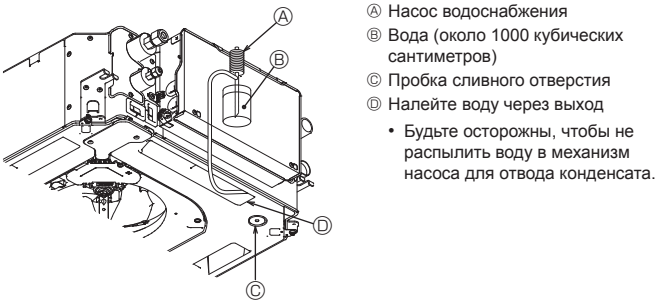

Fig. 8-5
8.4. Проверка дренажа (Fig. 8-5)